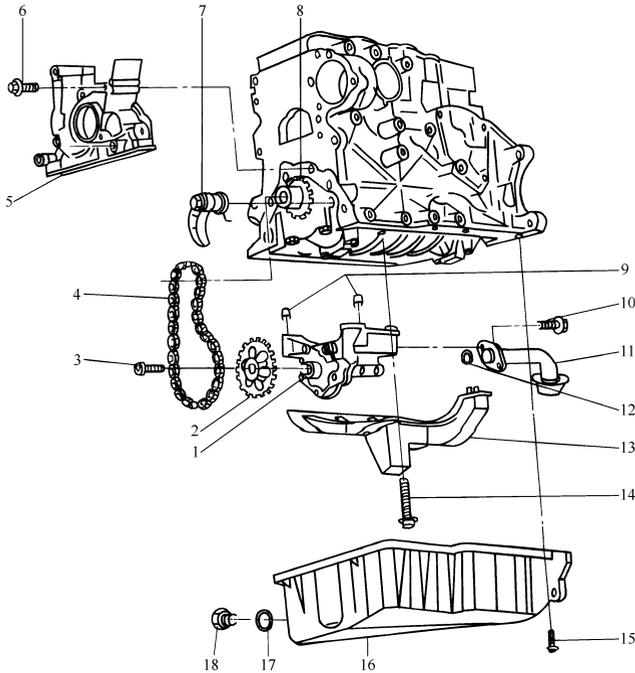

图 2-111 润滑系统零件分解
3) 奥迪 A6 ANQ 发动机润滑系统零件如图 2-111 所示。拆卸、维修时, 所有密封圈及衬垫均应更换。